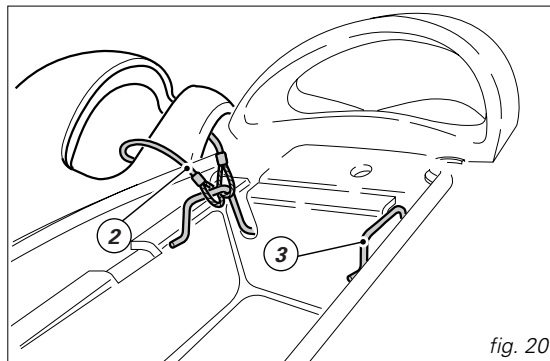

fig. 20
En la parte trasera del alojamiento debajo del asiento se encuentra el cable de anclaje del casco (2) (véase pág. 38). Pasar el cable en el casco e introducir uno de los dos ganchos (3) en la extremidad del cable. Dejar el casco (fig. 20) colgado y proceder con el remontaje del asiento para sujetarlo.